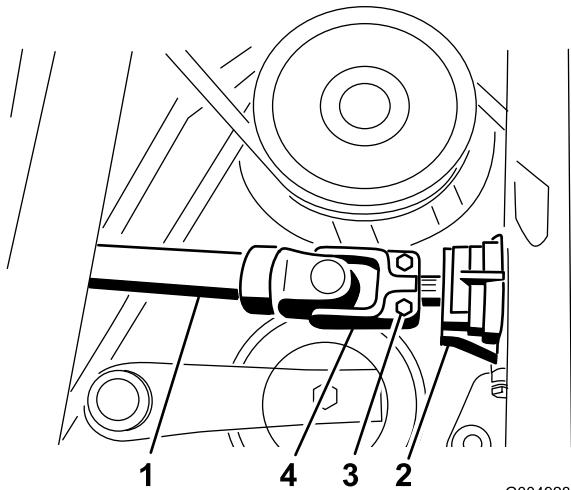

Figure 99
14. Enlevez la goupille cylindrique et desserrez les 2 vis qui fixent l'arbre d'entraînement à l'arbre du boîtier d'engrenages (Figure 99).